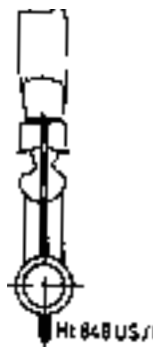

Figure 12
- Les flammes du brûleur doit être bleu et les flammes ne doivent s'élever au-dessus des orifices du brûleur. Voir figure 12.